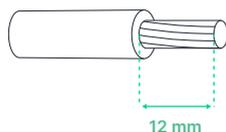

Abb. 7 - Abisolierlänge.
13. Entfernen Sie für jeden der Leiter des Stromversorgungskabels 12 mm der Isolierung. (**Abb. 7 - Seite 19**)